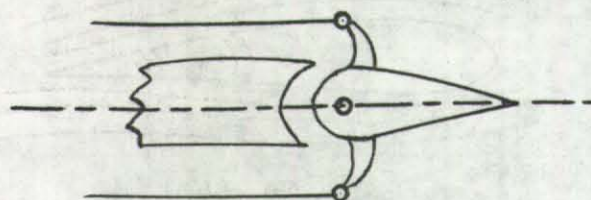

Figura No. 63
- a) Directa o mecánicamente. Figura No. 63